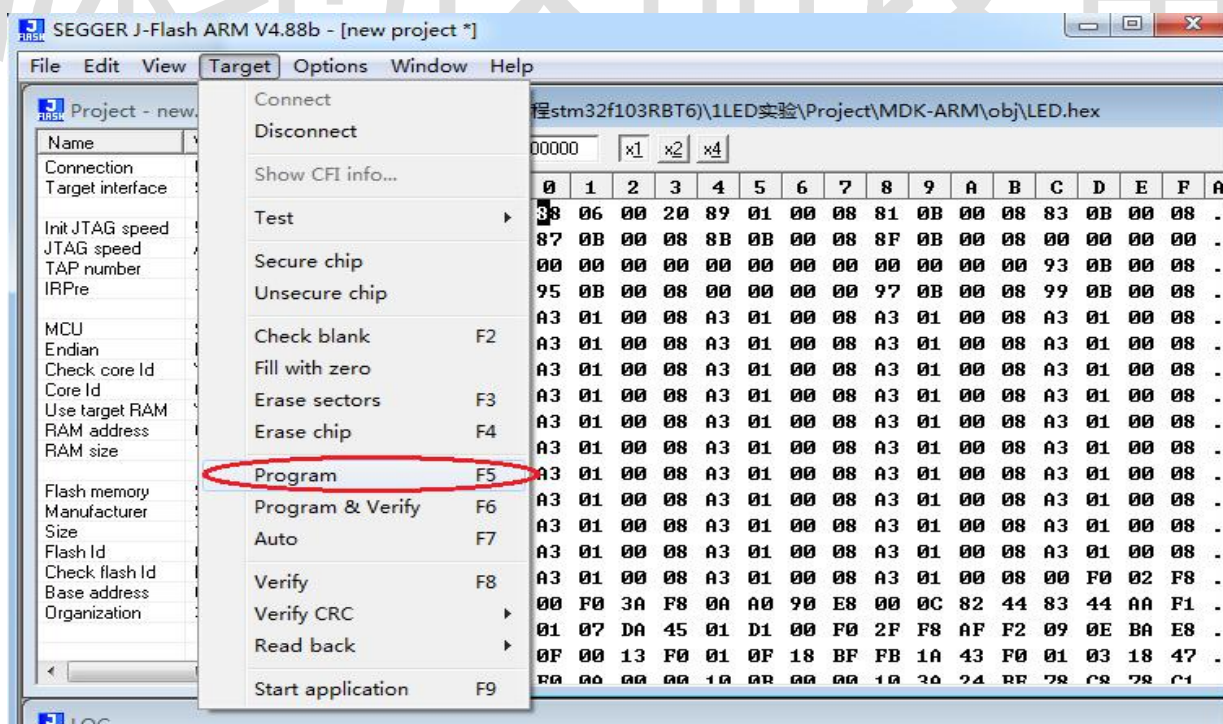
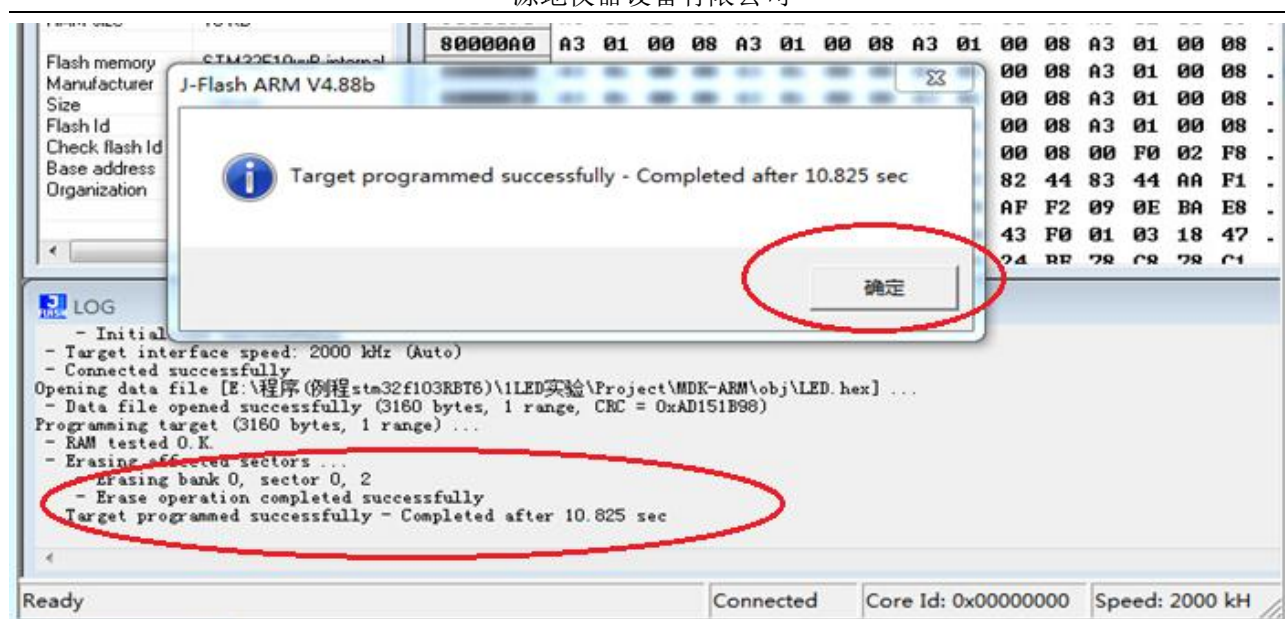

图 13
图 14
1.3.7、编译程序：在“Target”的下拉菜单点击“Program”就可以进行程序下载了，如图 13 所示，下载成功后如图 14 所示。